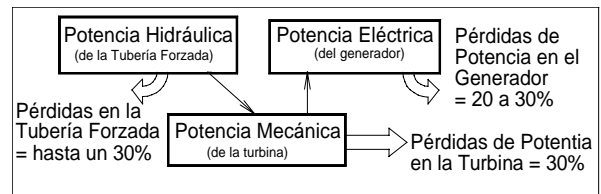

Figura 2-2 Una parte de la potencia se pierde en cada etapa de transformación desde el chorro de agua hasta la electricidad.
La potencia se mide en Vatios (W) o kilovatios (kW). 1000 W equivalen a 1 kW. Las instalaciones de potencia Pico Hidro producen potencias eléctricas máximas de 5 kW. Cuando se habla de un proyecto hidroeléctrico es importante distinguir entre los tres tipos de potencia, visto que cada tipo de potencia tendrá un valor distinto. La potencia del agua (potencia hidráulica) siempre será mayor que la potencia mecánica y que la potencia eléctrica. Eso se debe al hecho que, al convertirse la potencia de una forma en otra, una parte de la potencia se pierde en cada etapa de la transformación, a como se ilustra en la Figura 2.2.